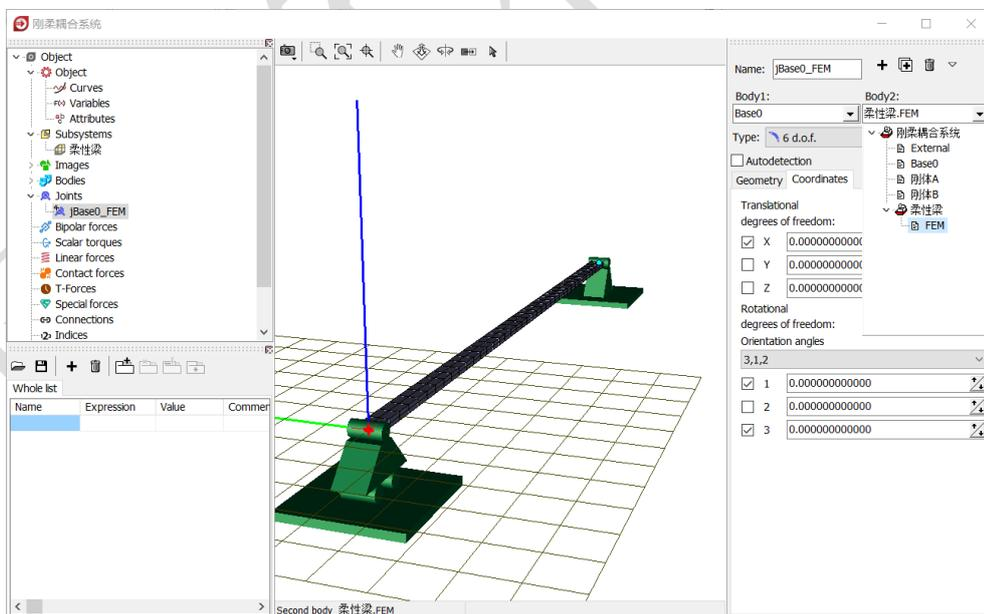

图 2-108
- 7) 创建第一个铰, **Body1** 选择 **Base0**, **Body2** 选择**柔性梁.FEM**, **Type** 为 **6 d.o.f.**, **Body1** 和 **Body2** 的铰点坐标都是**原点**, 在 **Coordinate** 页面定义三个自由度, 分别是沿 X 轴平动和绕 Y、Z 轴转动, 如图 2-108。